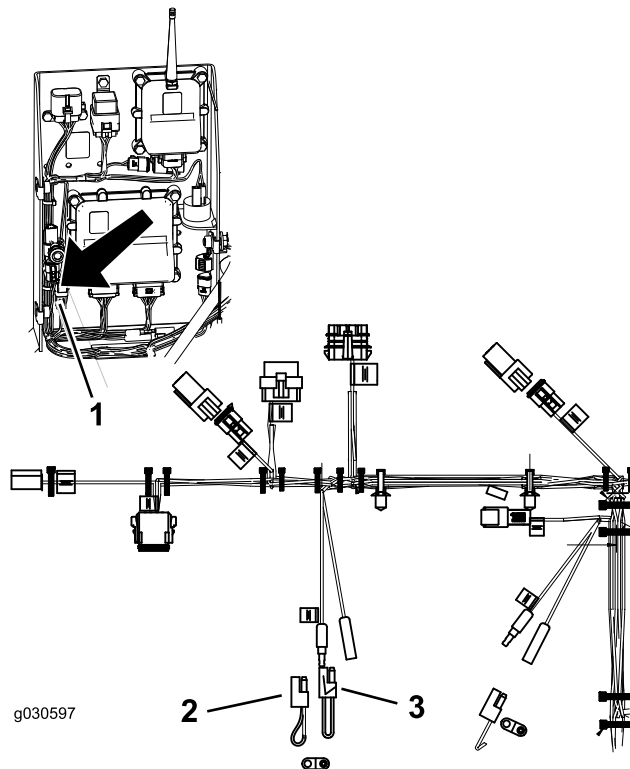

Figura 30
- Desconecte los dos cables del conector indicado en Figura 30.